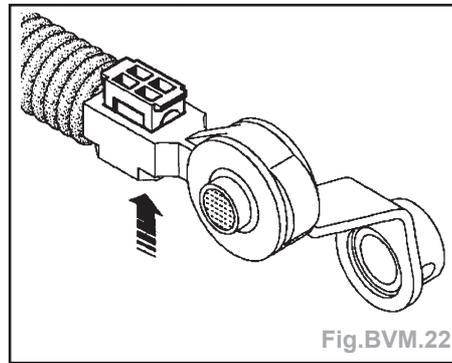

Fig.BVM.22
- déverrouiller le clip de couleur jaune du système de liaison embout-câble (Fig.BVM.22),